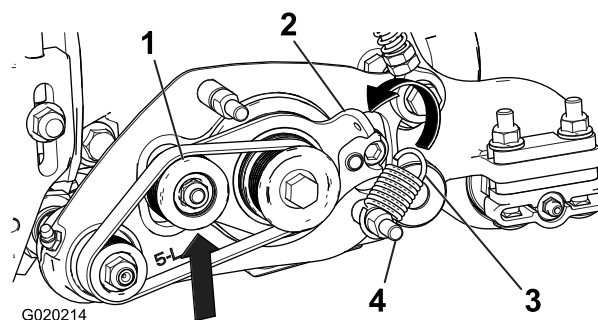

Figura 13
29. Agganciate la molla del tenditore attorno alla scanalatura sul prigioniero inferiore della piastra di grooming, tirate sulla puleggia tendicinghia e agganciate l'estremità libera della molla nel foro nell'aletta della piastra tendicinghia (Figura 13). Posizionate il lato aperto del gancio della molla verso la puleggia motrice.